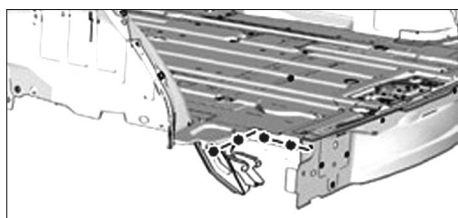

FIG. 98
- Préparer les bords d'accostage et les protéger par un apprêt soudable (Fig.98).